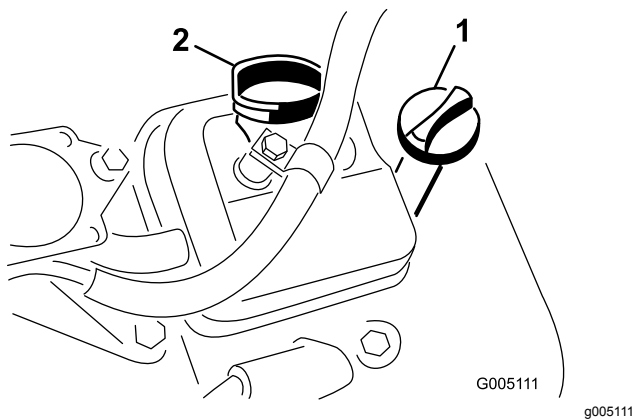

図 30
3. 補給口にディップスティックを差し込んでねじ部を最後まで締めこむ 図 30。